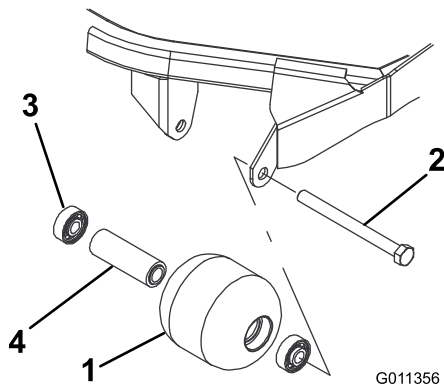

Figure 120
1. Retirez le boulon de fixation du galet (Figure 120).
1. Enfoncez le premier roulement dans le logement à la presse (Figure 120). Exercez la pression uniquement sur la bague extérieure ou uniformément sur les bagues intérieure et extérieure.
2. Insérez l'entretoise (Figure 120).
3. Enfoncez le second roulement dans le logement à la presse (Figure 120). Exercez une pression uniforme sur les bagues intérieure et extérieure jusqu'à ce que la bague intérieure rencontre la douille d'écartement.
4. Vérifiez l'état du logement de roulements, des roulements et de la douille d'écartement (Figure 120). Remplacez tout composant endommagé et procédez au remontage.